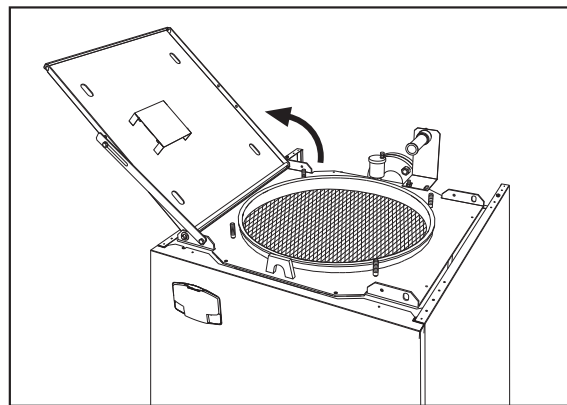

fig. 44
5. Ouvrir la porte du brûleur (fig. 44).